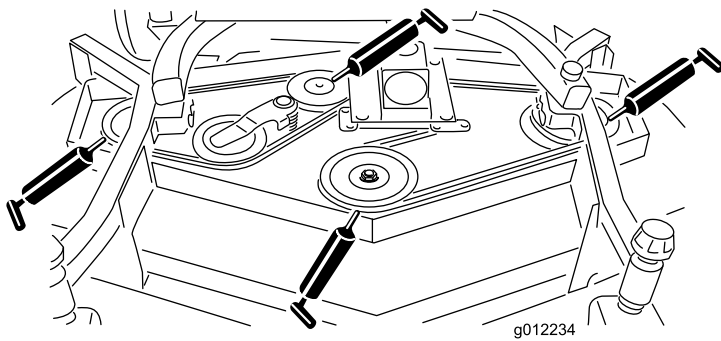

Bild 16
- Spindelwellenlager (3) (unter der Riemenscheibe) (Bild 16)
- Lager der Spannarmswelle (Bild 16)